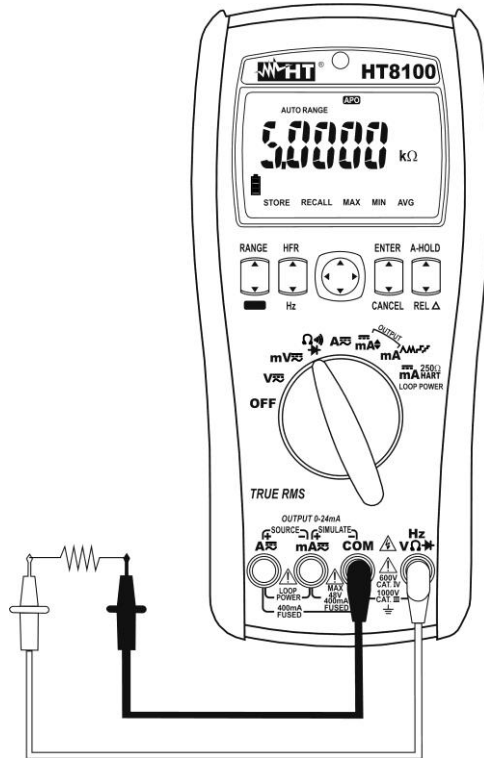

Abb. 6: Verwendung des Gerätes für Widerstandsmessung und Durchgangsprüfung
4. Stellen Sie die Messleitungen in die gewünschten Punkte des zu messenden Kreises (siehe **Abb. 6**)
- 4.5. ~~Abb. 6~~. Der Widerstandswert erscheint auf dem Display. Wenn im Display die Meldung "**OL**" erscheint, wählen Sie einen höheren Bereich aus.